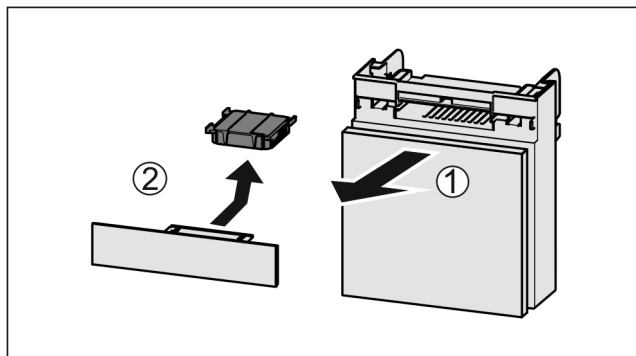

Fig. 48
- ▶ Estrarre il vano tirando in avanti Fig. 48 (1).
- ▶ Rimuovere il filtro a carboni attivi Fig. 48 (2).